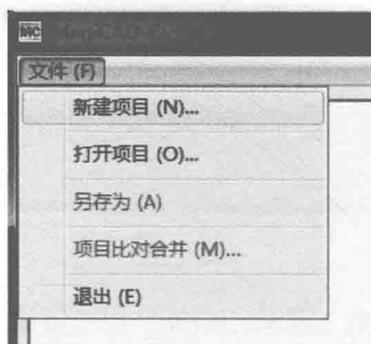

图 1-8
2) 单击“MagiCAD-E-项目管理”编辑器中的“文件”菜单，在下拉子菜单中单击“新建项目”选项，如图 1-8 所示。